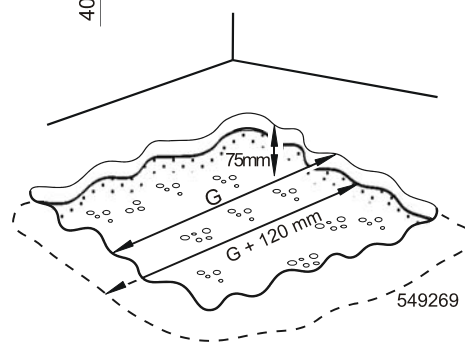

Fig. 9
- Fjern det eksisterende gulv til dybde ca. 75mm / 2.95", se fig. 9. Det længste mål af nedre del af hullet skal måle om 120 mm / 4,72" mere end den øvre del af hullet. Størrelsen „G” – se tabel 16.